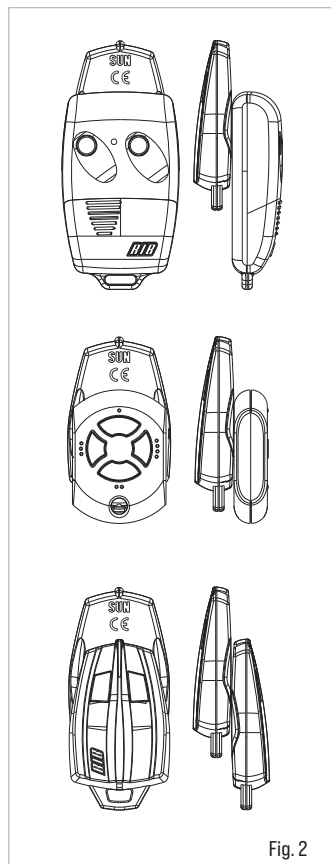

Fig. 2
3. Durante il tempo di 30 s premete un tasto sul telecomando valido (es. canale A, ma potrebbe essere anche canale B o C o D) per registrarlo nel SUN CLONE come mostrato in Fig. 2.
**N.B.:** Eseguire la Clonazione appoggiando il telecomando valido sul SUN CLONE come da Fig. 2. Una eventuale posizione differente non garantisce la corretta clonazione.
3. Durant ces 30 s, appuyer sur une touche sur la télécommande (ex. canal A, mais ce pourrait aussi être canal B ou C ou D) pour l'enregistrer dans le SUN CLONE comme montré sur la Fig. 2.
**N.B.:** Exécuter le clonage en posant le télécommande sur le télécommande SUN CLONE comme selon la Fig. 2. Une position différente éventuelle ne permettra pas un clonage exact.